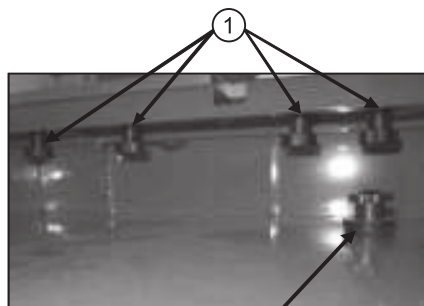

Рис.11
1. Установите регулируемый упор с транспортиром (1) напротив деления на упорной линейке (4) (например 7 см) и зафиксируйте его винтом (3). Угол транспортира установите в положение 0°.
2. Ослабьте винты фиксации (поз. 1, рис. 11) левой части упорной линейки, расположенные со стороны поддона для воды и отрегулируйте расстояние от края упора транспортира до режущей кромки алмазного диска равное 7 см.
3. Перемещая упорную линейку (4) по направляющей отрегулируйте расстояние от края упора транспортира (1) до режущей кромки алмазного диска равное 7 см.
12. Периодически меняйте воду в поддоне, так как грязная вода может засорить насос и вывести его из строя. Для слива воды из поддона снимите узкую столешницу рабочего стола и вытащите сливную пробку поддона (рис. 11).